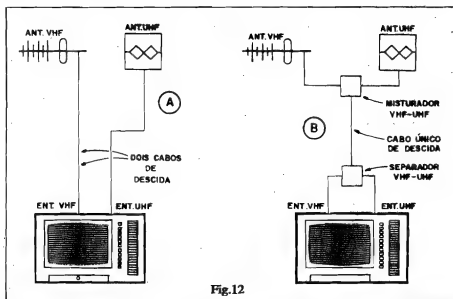

Fig.12
- FIG. 12 - Até agora falamos e mostramos os fatos como uma visão "estritamente em UHF"... Acontece que na grande maioria dos casos, também emissoras "normais" (VHF) devem ser recebidas no sistema. A parte prática da instalação apresenta duas opções básicas, mostradas na figura... Normalmente existirá pelo menos uma antena de VHF para ser incorporada ao sistema de recepção; supondo que o receptor de TV apresente entradas específicas para a cabagem de antenas VHF e UHF (obviamente TV capaz de sintonizar VHF e UHF...), ou (12-A) são feitas duas "descidas" de cabo, uma para cada antena, ou (12-B) utiliza-se um MISTURADOR "lá em cima" e um SEPARADOR "aqui em baixo". Tanto o MISTURADOR quanto o SEPARADOR devem